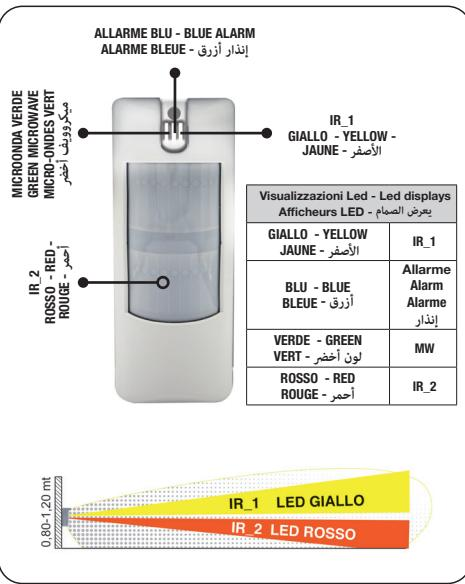

Fig. 5
2. vérifiez l'affichage simultané de la LED JAUNE (faisceau IR_1) et de la LED ROUGE (faisceau IR_2) en vous déplaçant à la distance maximale du capteur de la zone que vous souhaitez protéger (Fig. 5).